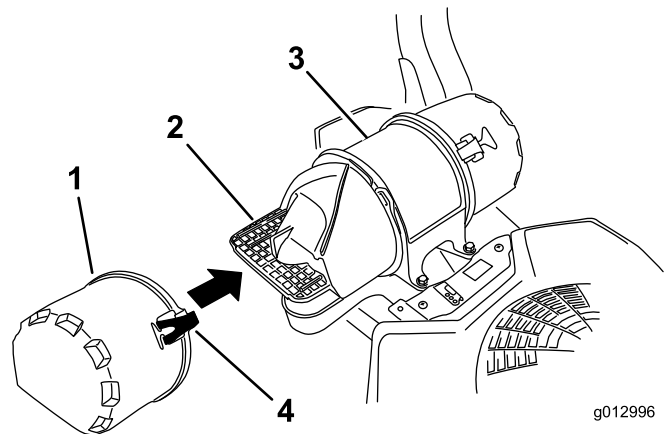

Figura 42
3. Abra los cierres del limpiador de aire y tire de la tapa de la entrada de aire para separarla de la carcasa del limpiador de aire (Figura 42).
5. Instale la tapa de la entrada de aire y sujétela con los enganches (Figura 42).